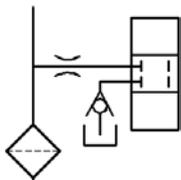
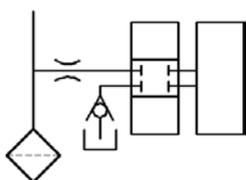

图 17.8.27 绘制矩形(三)
图 17.8.28 复制矩形并添加直线
(11) 选择下拉菜单 **修改(M)** → **分解(E)** 命令, 选取步骤(10)绘制的矩形为分解对象, 按 Enter 键结束操作。
(12) 用 **修改(M)** → **偏移(O)** 命令, 将矩形的上边线向下偏移, 偏移距离值分别为 19 和 38。结果如图 17.8.27 所示。
(13) 选择下拉菜单 **修改(M)** → **复制(C)** 命令, 选取步骤(11)分解后的矩形的四条边为复制对象, 选取矩形的顶点为移动基点, 将其向右移动, 移动距离值为 33。
(14) 打开极轴显示模式, 用 **绘图(D)** → **直线(L)** 命令, 绘制图 17.8.28 所示的两条水平直线。